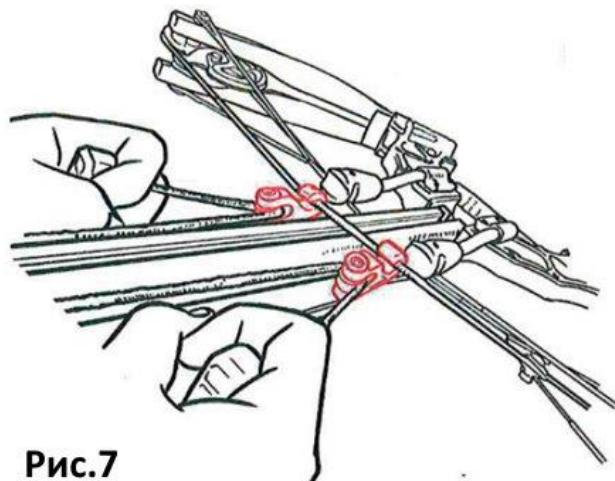

Рис.7
- Закрепите крюки на тетиве с двух сторон от направляющей так, чтобы крючки смотрели вверх (Рис.7).